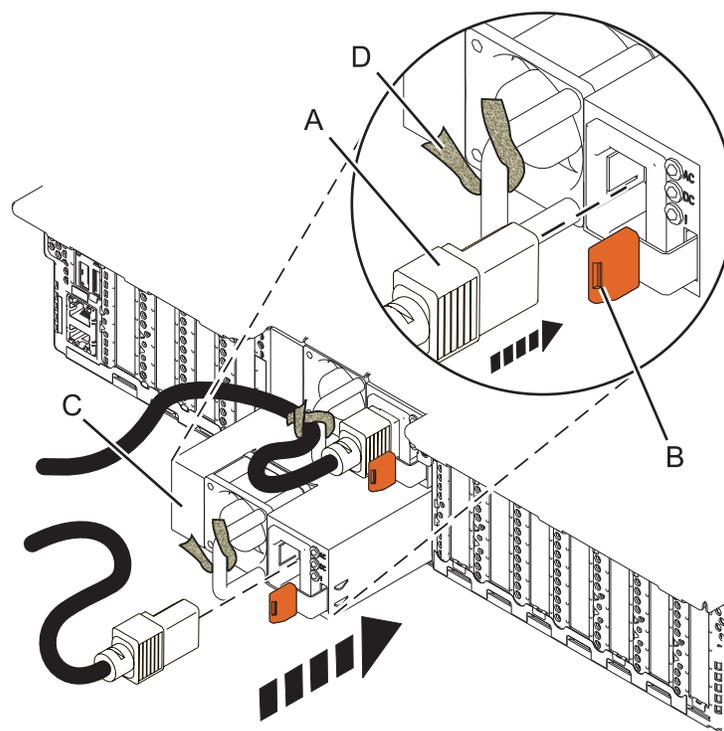

Figure 5. Remise en place d'un bloc d'alimentation dans le système
3. Alignez le bloc d'alimentation (C) avec la baie et faites-le glisser dans le système jusqu'à ce que le taquet terracotta (B) s'enclenche à sa place, comme illustré à la figure 5.
4. Connectez le cordon d'alimentation (A) au bloc d'alimentation (C), comme illustré à la figure 5.
5. Utilisez l'attache velcro (D) pour fixer le cordon d'alimentation sur la poignée du bloc d'alimentation, comme illustré à la figure 5.